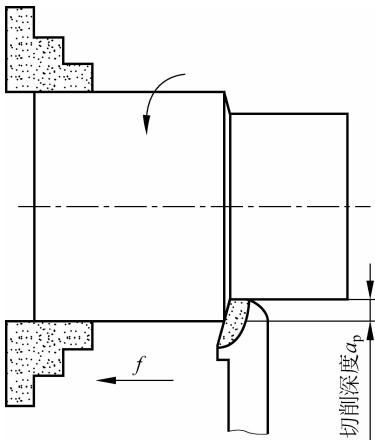

图 3-9 纵向移动车外圆
(1) 移动床鞍至工件的右端、用中滑板控制进刀深度、摇动小滑板丝杠或床鞍纵向移动车削外圆(图 3-9 所示为纵向移动车外圆),一次进给完毕,横向退刀,再纵向移动刀架或床鞍至工件右端,进行第二次、第三次进给车削,直至符合图样要求为止。